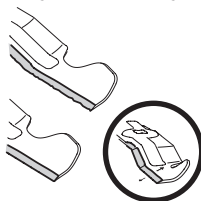

Figure 41
4. Pour aiguiser les lames, la même quantité de métal des deux extrémités des lames sur le côté tranchant. Aiguiser le bord tranchant sur toute sa longueur, parallèlement au bord arrière, soit à un angle de 25° à 30° (Figure 41).